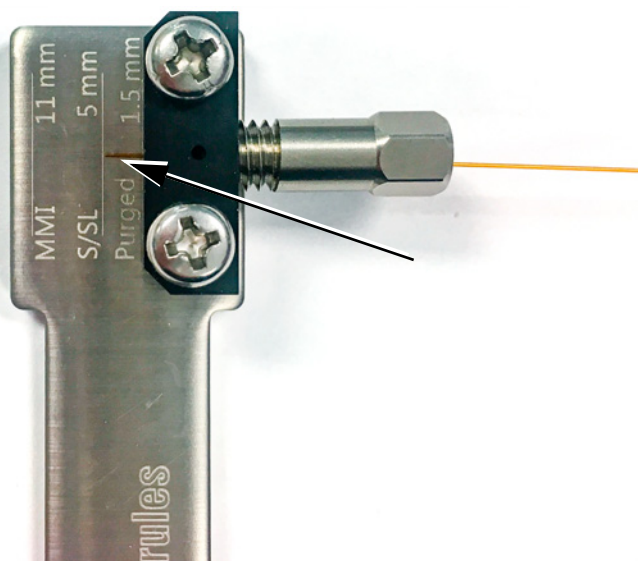

Abbildung 15. Säule ausrichten (Split/Splitless gezeigt)
- 5 Passen Sie die Säulenposition im Werkzeug an, bis das Säulenende die richtige Abmessung für den Einlass aufweist. Siehe **Abbildung 15**.